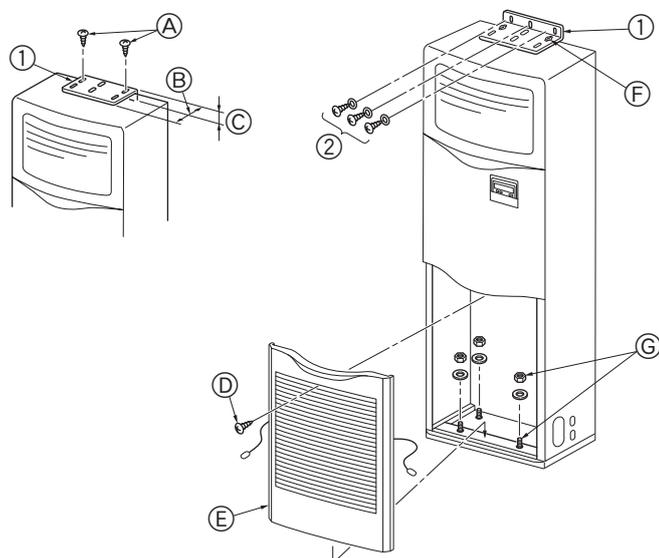

Fig. 3-2
①	Applique anti-bascule	1	surface supérieure de l'appareil.
②	Vis à tôle (avec rondelle)	3	A l'intérieur de la grille d'aspiration d'air.
③	Isolant du tuyau à gaz (large)	1
④	Isolant du tuyau à liquide (petit)	1
⑤	Bande	5
⑥	Douille d'évacuation	1
⑦	Manchon (pour la sortie des fils)	2
3.2. Applique anti-bascule (Fig. 3-2)